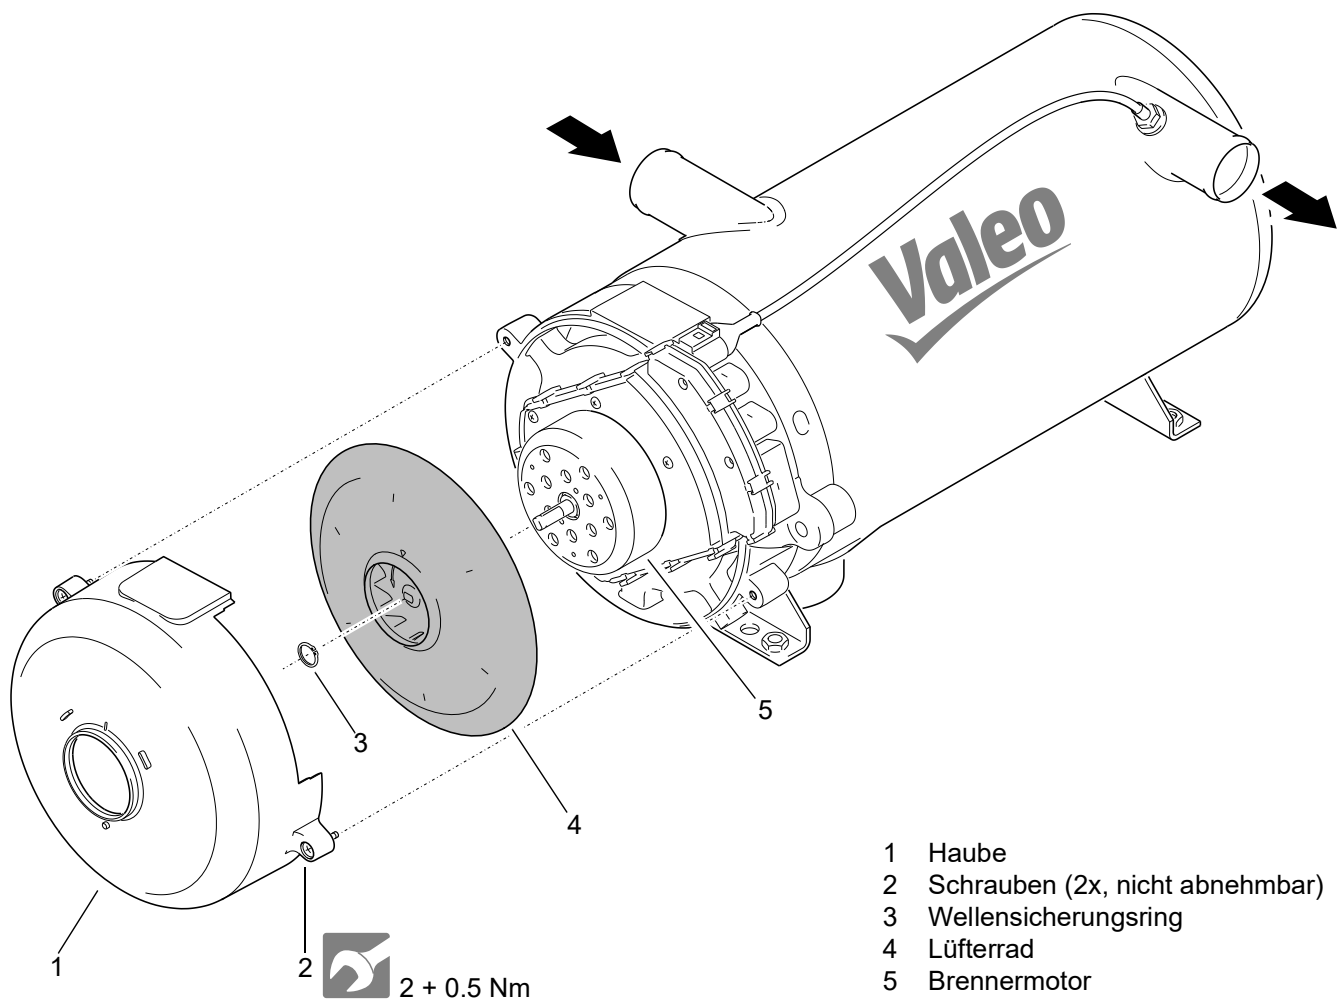

Abb. 803 Aus- und Einbau des Lüfterrades
2. Schrauben (2, Abb. 803) lösen.
3. Haube (1) abnehmen.
1. Haube (1, Abb. 803) ansetzen und in Zusammenbau-lage bringen. Dabei auf Zentrierung und korrekten Sitz achten.
2. Schrauben (2) eindrehen und anziehen.
2. Wellensicherungsring (3, Abb. 803) mit geeigneter Zange von der Motorwelle entfernen.
3. Lüfterrad (4) von der Motorwelle abziehen.